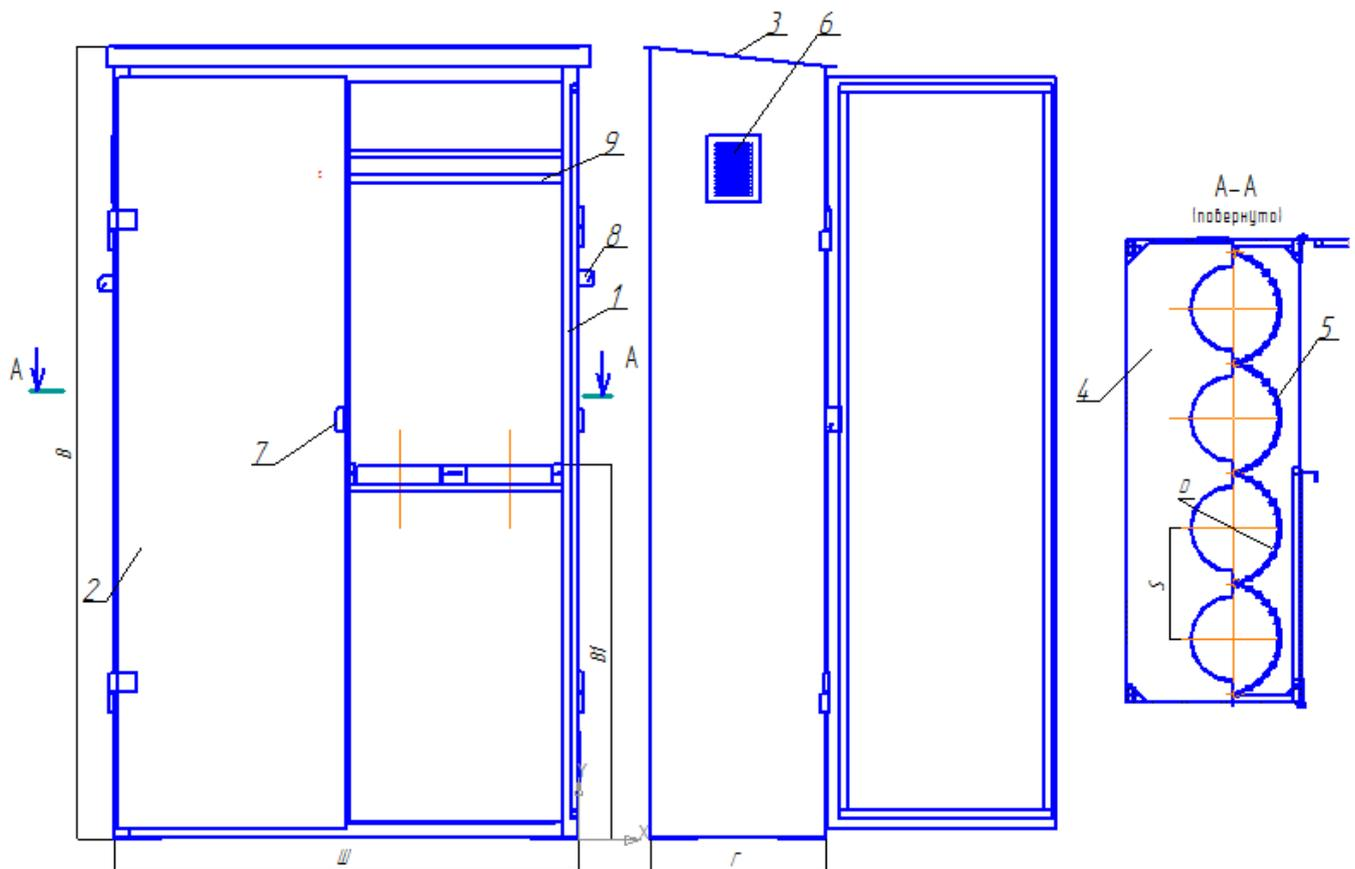

Рис.1 Общий вид шкафа для газовых баллонов.
2.8 На рис. 1 представлен общий вид шкафа